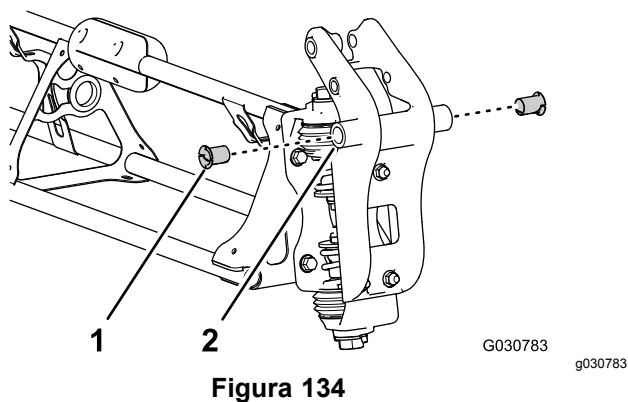

Figura 134
2. Inserte un casquillo con brida de nylon en el orificio de 31,8 mm de cada lado del acoplamiento de giro (Figura 134).